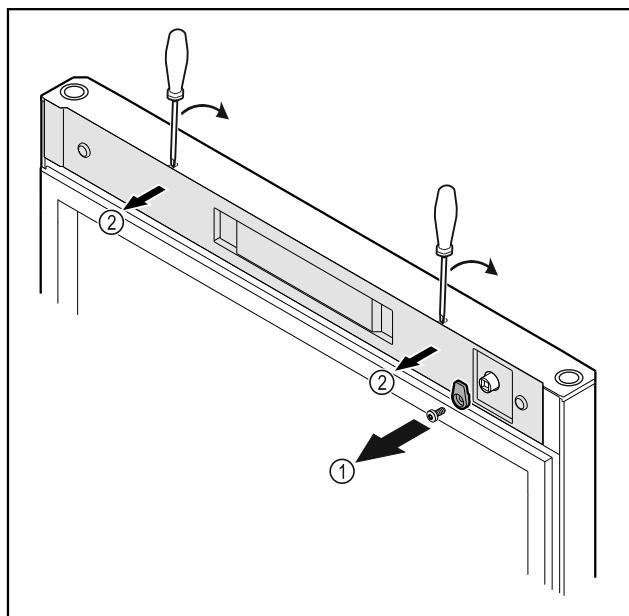

Fig. 10
- Odvratite kuke za zatvaranje Fig. 10 (1).
- Odvojite poklopac Fig. 10 (1) malim odvijačem i skinite ga.